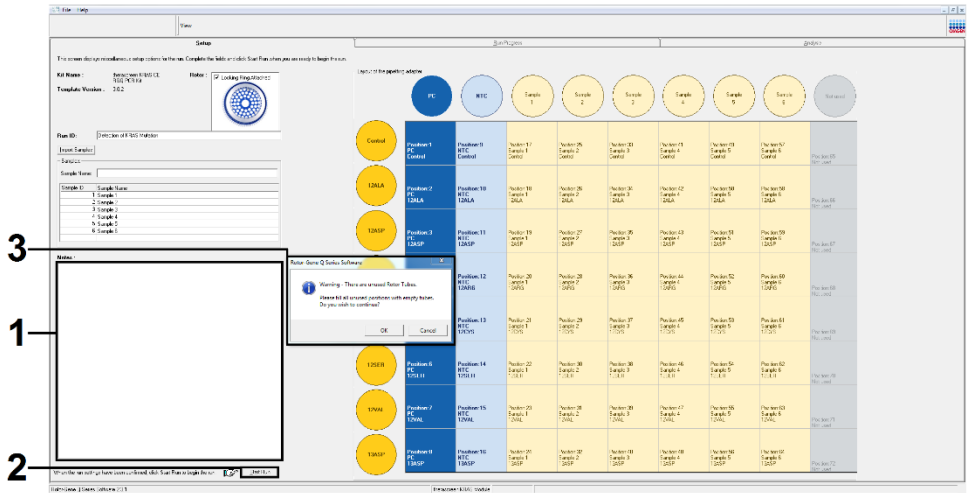
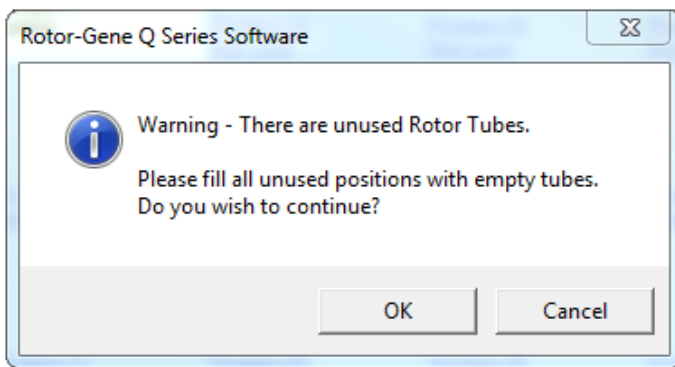

Abbildung 15. 1 = Dialogfeld „Notes“ (Notizen), 2 = Schallfläche „Start Run“ (Lauf starten), 3 = „Warning“ (Warnung) über unbesetzte Rotorpositionen.
Abbildung 16. „Warning“ (Warnung) über unbesetzte Rotorpositionen.
17. Nachdem alle Probenamen eingegeben wurden, überprüfen Sie, dass diese korrekt sind. Geben Sie bei Bedarf zusätzliche Informationen in das Feld Notes (Notizen) ein; klicken Sie dann auf die Schaltfläche Start Run (Lauf starten) (Abbildung 15).
Hinweis: Wenn eine Rotorposition unbesetzt ist, wird eine „Warning“ (Warnung) eingeblendet (Abbildung 15 und Abbildung 16), um den Anwender daran zu erinnern, dass unbesetzte Positionen im Rotor mit verschlossenen, leeren Röhrchen gefüllt werden müssen. Stellen Sie sicher, dass alle unbesetzten Rotorpositionen mit verschlossenen, leeren Röhrchen gefüllt sind, und klicken Sie dann auf OK, um fortzufahren.